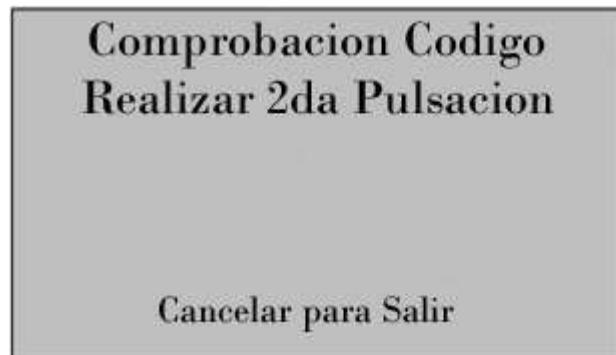

Fig. 6
- Aparecerá no display “**Procesando**” durante alguns segundos e, posteriormente, surge “**Realizar 2ª pulsación**” (fig.6)